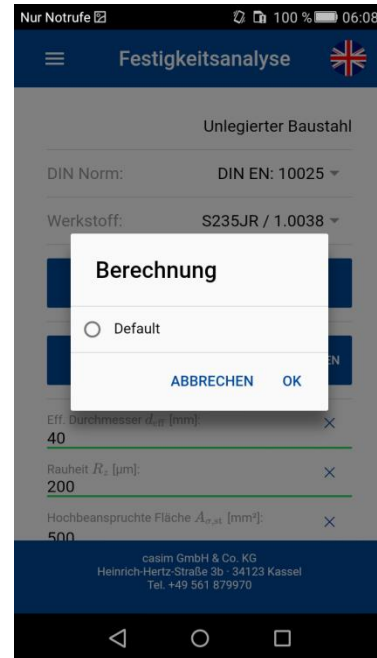

Bild 13
Mit dem Button „Berechnung laden“ (4) wird eine bereits gespeicherte Berechnung geladen. Nach dem Tap auf diesen Button öffnet sich ein Fenster, in dem alle gespeicherten Berechnungen angezeigt werden. Die Auswahl wird mit „OK“ (Bild 13) bestätigt und die Daten der Berechnung werden geladen.